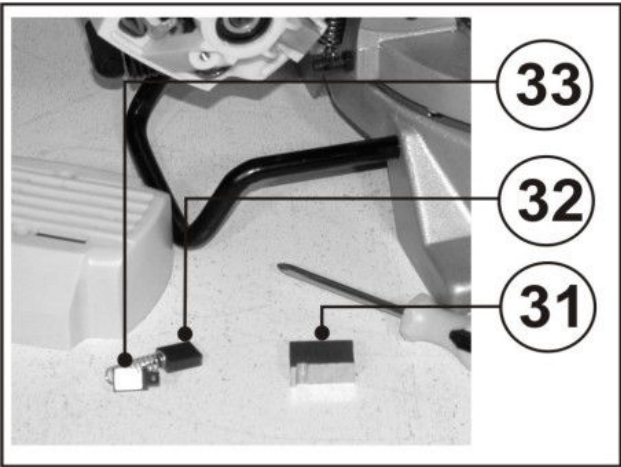

Рис.30
Щетки необходимо менять парами. Замену щеток (32), Рис.30, для безопасной и надежной работы пилы необходимо проводить специалисту. Помните, что ремонт пилы должен проводиться в условиях сервисных центров с использованием только оригинальных запасных частей и расходных материалов.